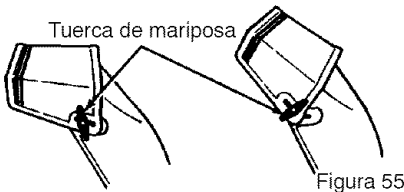

Figura 55
2. Afloje la **tuerca de mariposa** en el deflector del canal de descarga y ajuste el deflector para establecer la distancia. Mueva el deflector hacia (**ARRIBA**) para mayor distancia, hacia (**ABAJO**) para una distancia menor. Luego apriete la **tuerca de mariposa** (Figura 55).